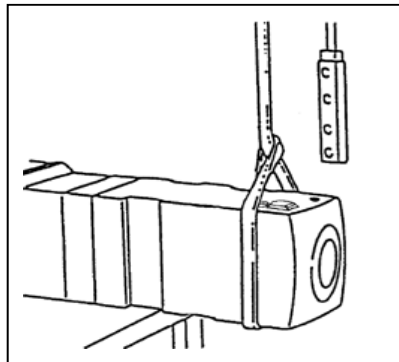

Fig.7
7. Hang de beitelhoeder in horizontale positie. Zie Fig.7.